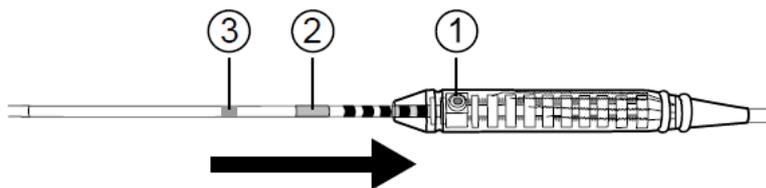

Figura 18. Inserción del electrodo en el conector de la extensión.
2. Introduzca el electrodo hasta que la punta proximal del electrodo haga contacto con el fondo del conector de la extensión, y el anillo de fijación del tornillo de fijación quede bajo el bloque de conexión con tornillo de fijación (Figura 18).